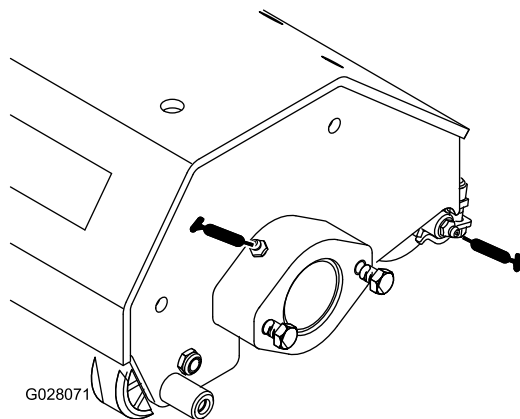

Рисунок 12
2. Вводите смазку в масленки подшипников вала тройного катка и подшипников заднего катка (Рисунок 12) до появления ощущения сопротивления.